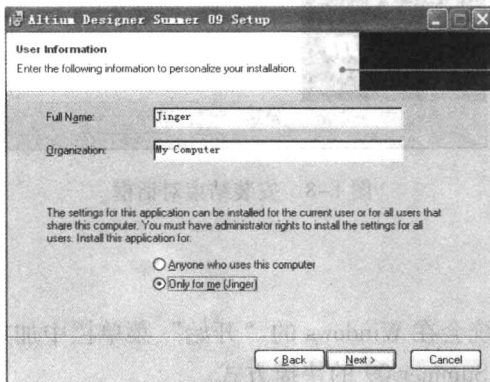

图 1-3 用户信息对话框
3) 选择“I accept the license agreement”（接受授权协议）单选框，单击  按钮，进入如图 1-3 所示的用户信息对话框。